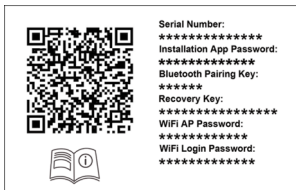

Abbildung 1: Beispiel eines Passwortstickers aus dem Safety Guide.
- a) Bluetooth Verbindung mit der Wallbox herstellen. Hierfür den multifunktionalen QR-Code mit individuellen Zugangsinformationen auf dem **Passwortsticker aus dem Safety Guide / Installation: first steps** scannen (QR-Code beispielhaft unten in Abbildung 1 dargestellt).
9. Optional: Verbindung mit MINI-App herstellen. Für die Verbindung bitte den multifunktionalen QR-Code mit individuellen Zugangsinformationen auf dem **Passwortsticker aus dem Safety Guide / Installation: first steps** verwenden (QR-Code beispielhaft unten in Abbildung 1 dargestellt).